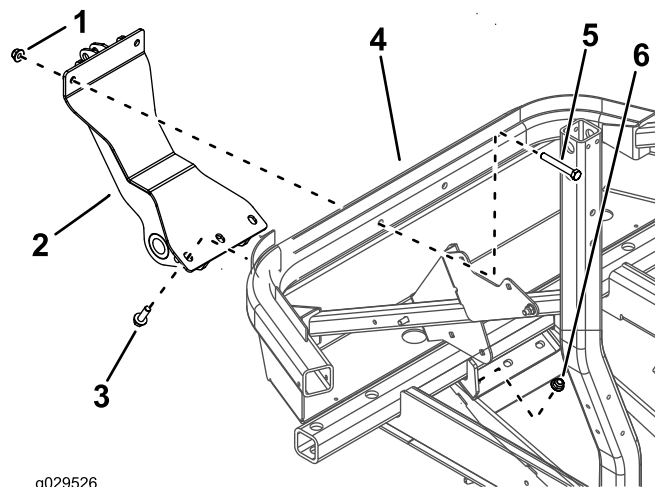

**Figure 1**
1. Retirez les 3 boulons et les 3 écrous existants de chaque patin (Figure 1).